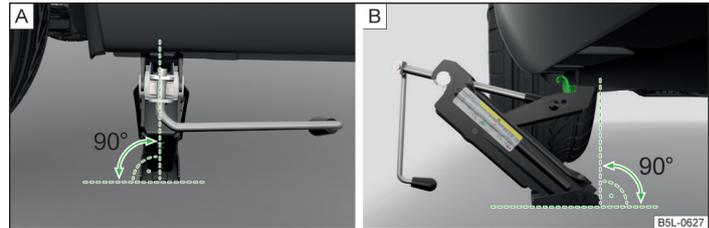

Fig. 176 Colocar el gato
- Fije el gato de modo que la garra abarque el alma vertical » fig. 176 - [B].
- Apoye la placa de base del gato con toda la superficie en un suelo recto y asegúrese de que el gato se encuentra en posición vertical respecto a la posición en la que la garra abarca el alma » fig. 176 - [A].